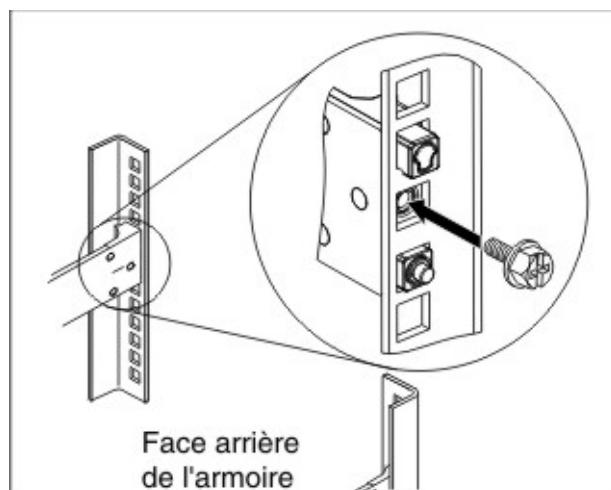

Figure 12. Fixation du dispositif sur des glissières dans l'armoire
4. Fixez les glissières du dispositif dans l'armoire comme indiqué dans la figure 12 :